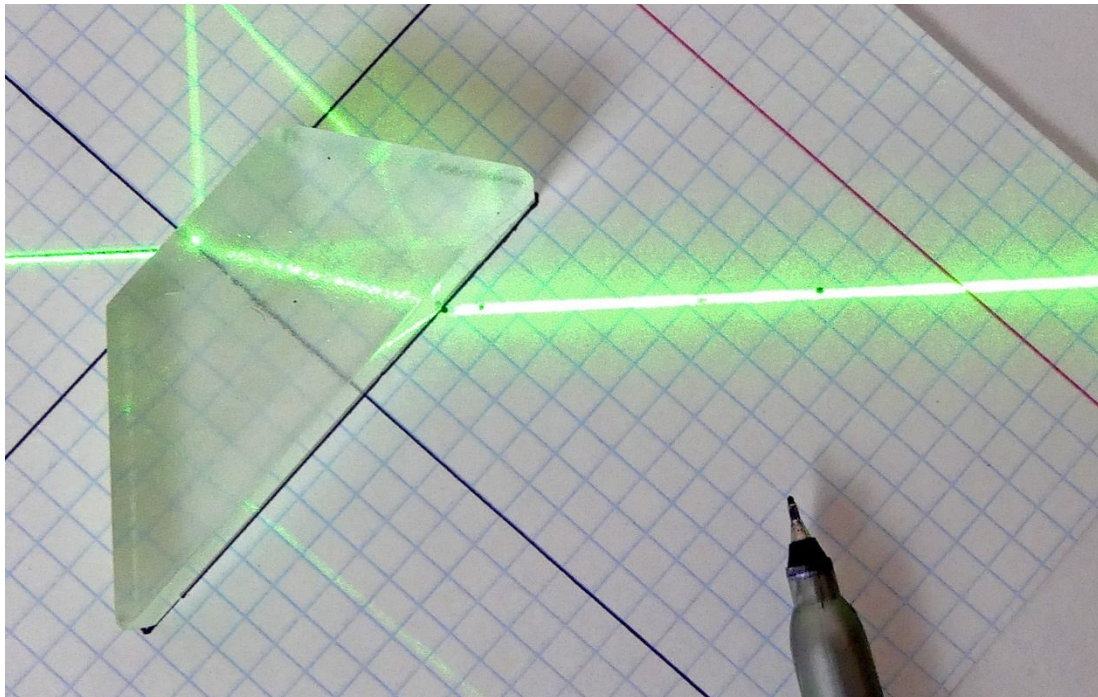

Рис. 6
5. Поставимо мітки вздовж ходу променя, що вийшов з пластини (рисунок 6, рисунок 7).